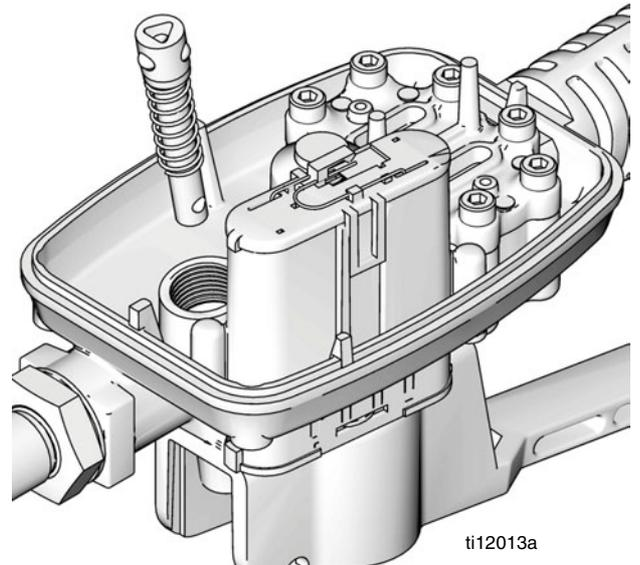

FIG. 27
- c. Asegúrese de que las 3 bolas estén instaladas en la varilla de disparo (FIG. 27).